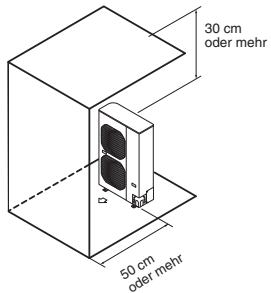

Abb. 2-4
- (3) Hindernisse auf der Vorder- und Oberseite (linke Seite, rechte Seite und Rückseite sind frei). (Abb. 2-4)